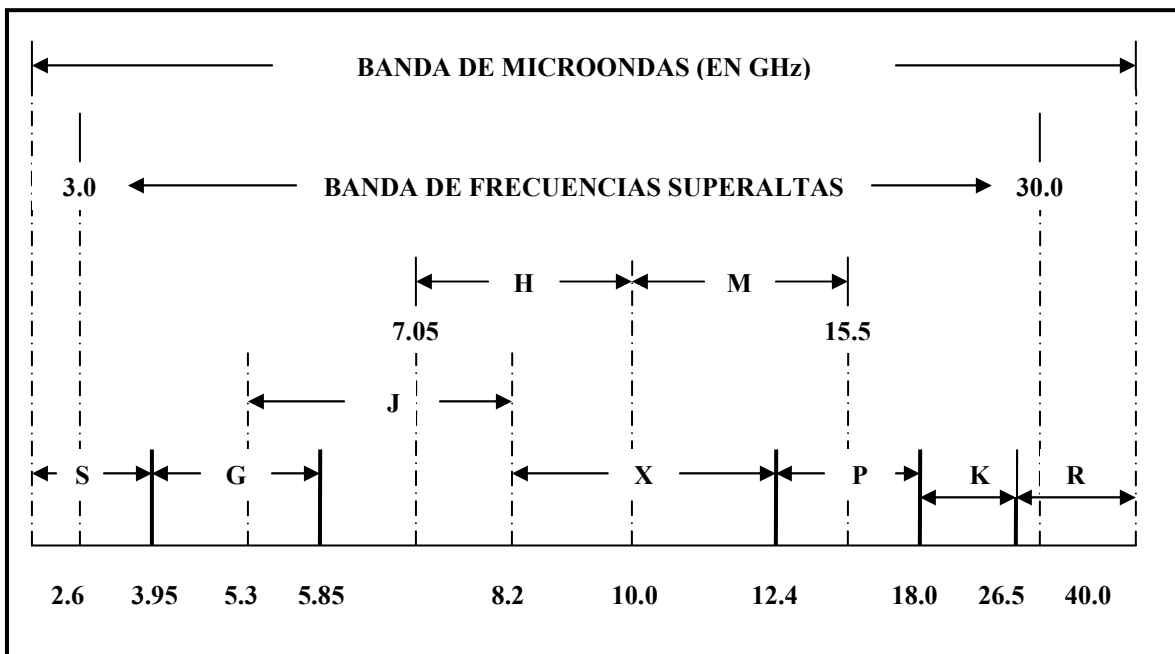
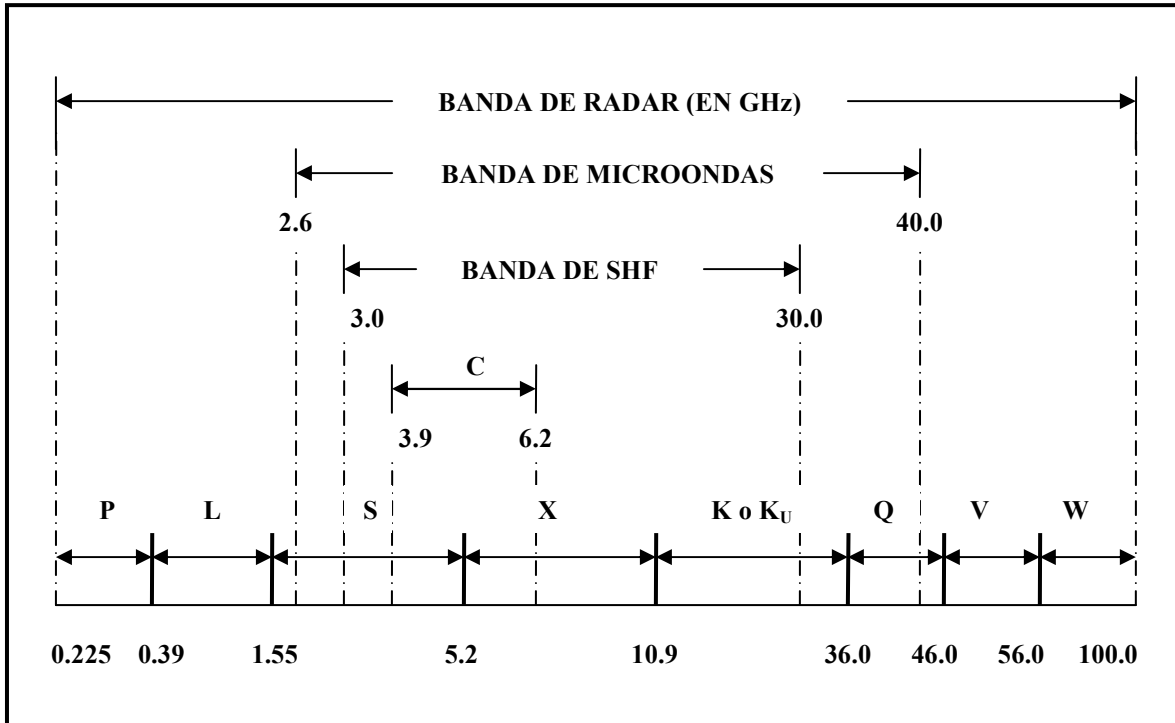

FIGURA 1.2.2 Las distintas literales para nombrar las sub-bandas que componen la banda de microondas.
FIGURA 1.2.3 Las diferentes literales para denominar las subbandas que se acomodaban dividiendo la banda de radar.
También es llamada **banda de microondas** de la cual la banda SHF es una subbanda (figura 1.2.2). Las ondas en ésta banda de frecuencias tienen longitudes de onda tan cortas que exhiben propiedades parecidas a la luz desde que empiezan a viajar, y para su uso se han hecho divisiones por sub-bandas para utilizarlas, por ejemplo, en el radar, telefonía, televisión, datos, telegrafía, etc. (véase figura 1.2.3), donde los tipos de modulación más usados son la modulación en frecuencia (FM) y el multiplexaje por división de bandas de frecuencias (FDM).